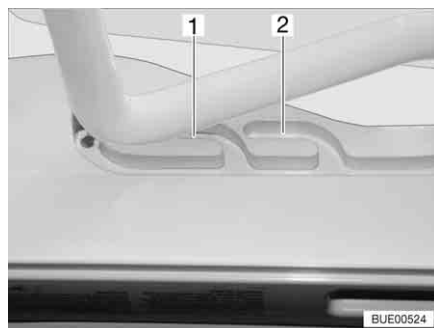
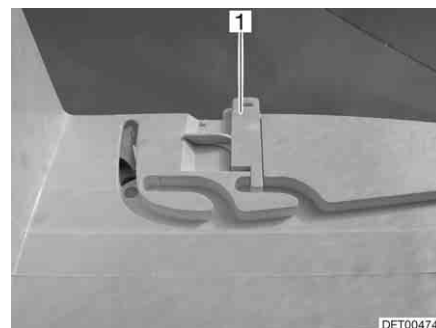

Bild 70 Heki-Dachhaube in Lüftungsstellung
Bild 71 Verriegelung Lüftungsstellung
Die Heki-Dachhaube kann in zwei Lüftungsstellungen gebracht werden: Schlechtwetterstellung (Bild 70,1) und Mittelstellung (Bild 70,2). Je nach Modell kann die Dachhaube in der Mittelstellung mit den beiden Riegeln (Bild 71,1) links und rechts am Rahmen der Dachhaube verriegelt werden.
- Den Bügel leicht nach oben drücken und in die gewählte Führung (Bild 70,1 oder 2) schieben und ggf. verriegeln.